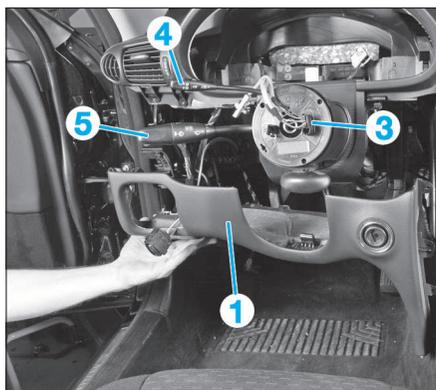
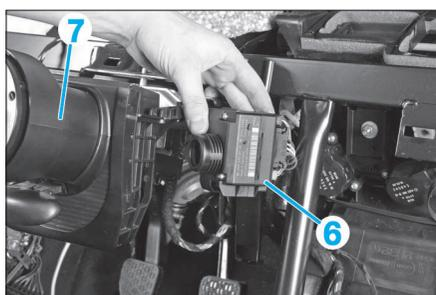

FIG. 2
FIG. 4
- le revêtement inférieur gauche (1) (Fig.2) (voir dépose de la planche de bord au chapitre "AMOVIBLES").
- le boîtier de verrouillage de direction (6) (Fig.4).
- le capteur d'angle au volant (3) (Fig.2).
- les commodos (4) et (5).
- Extraire le faisceau du tube de colonne de direction (7) (Fig.4).